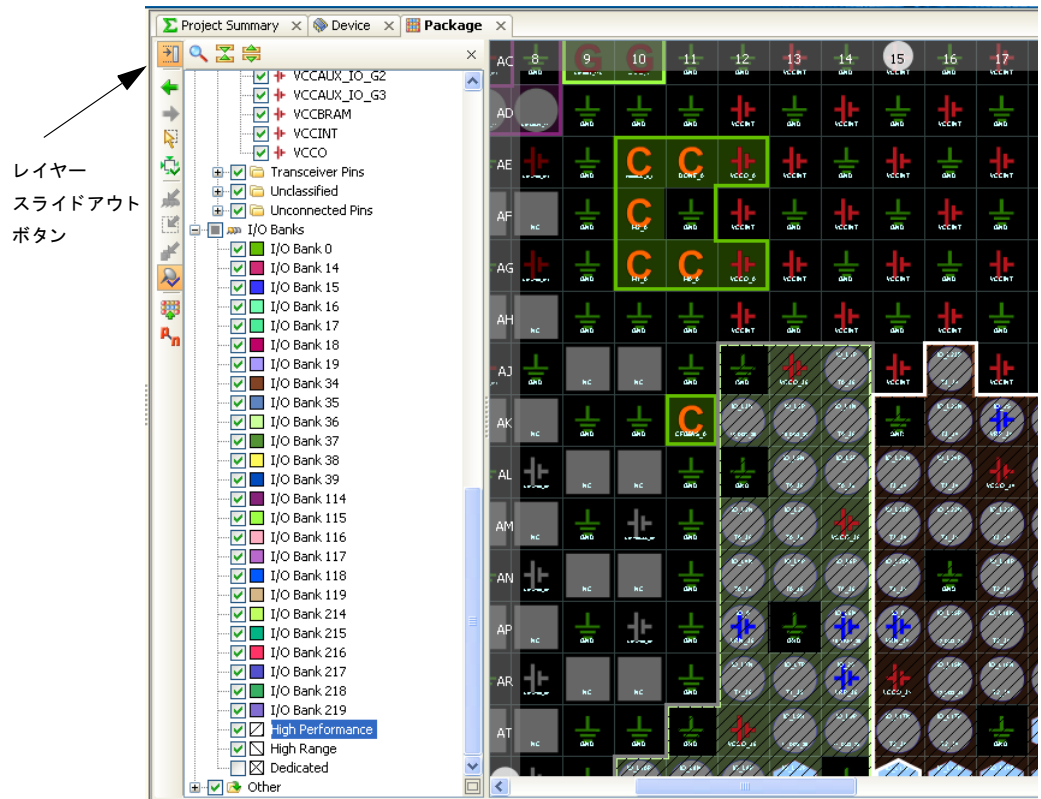

図 4-47 : [Package View Layers] ボタン
- 図 4-47 に、ツールバーの [Package View Layers] ボタンとレイヤー スライドアウトを示します。
139 ページの図 4-47 に次の例が示されています。